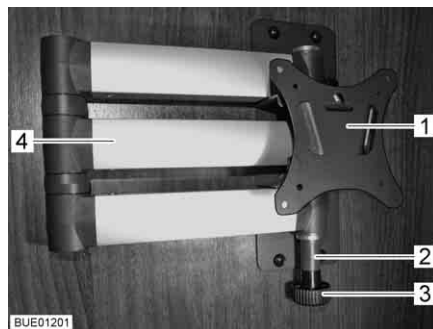

Bild 68 Fäste med ledad arm
- Dra i låsknappen (Bild 68,3). Den ledade armen (Bild 68,4) är upplåst.
- Vrid tillbaka den platta bildskärmen till utgångsläget, tills fästet (Bild 68,1) hakar fast i låset (Bild 68,2).